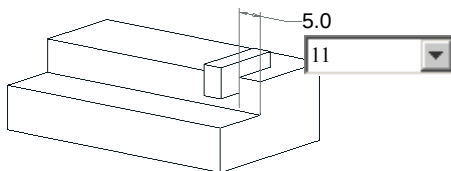

图 5.5.7 选取尺寸
Step3. 系统提示  选择要在第一方向上改变的尺寸。 ，选取图 5.5.7 中的尺寸 5.0。
Step4. 在出现的增量尺寸文本框中输入数值 11.0，并按回车键，如图 5.5.7 所示。也可单击“阵列”操控板中的  按钮，在弹出的“尺寸”界面中作相应的设置或修改。